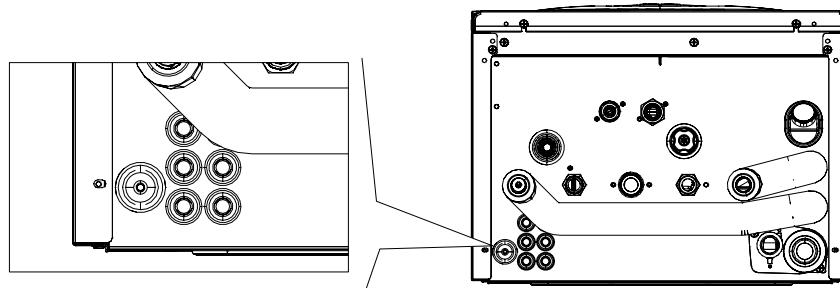

fig. 35 -
2. Collegare i cavi agli appositi morsetti come indicato nelle figure seguenti, avendo cura di far passare i cavi attraverso i passacavi presenti sul fondo della caldaia (vedi "fig. 35 - " a pagina 29)